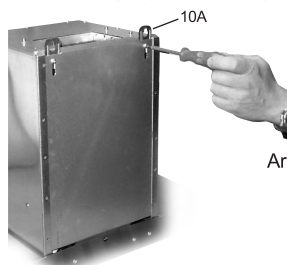

Abb. 18
Lockern Sie die Arretierungsschrauben der Haltelaschen (10A) auf der Rückseite des Motorblocks (12). Ziehen Sie die Haltelaschen bis zum Anschlag heraus und ziehen Sie die Arretierungsschrauben wieder fest (Abb. 18).